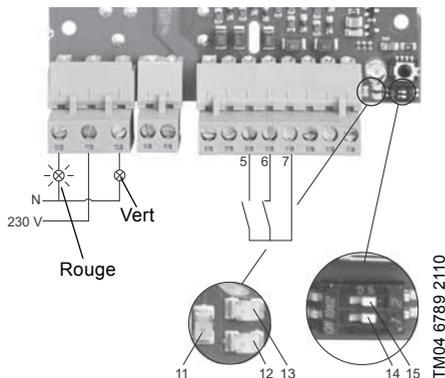

Fig. 9 Détection de niveau d'eau élevé
Voir fig. 9.
Utiliser la borne (pos. 6) lorsqu'un contact NC doit être utilisé pour indiquer un niveau d'eau élevé. Voir fig. 9.
Le voyant lumineux vert, indiquant un fonctionnement ordinaire, est éteint. La LED1 (pos. 11) clignote. Le nombre de clignotements indique l'alarme actuelle. Voir paragraphe 7.1.1 Alarmes et avertissements système et fig. 9.